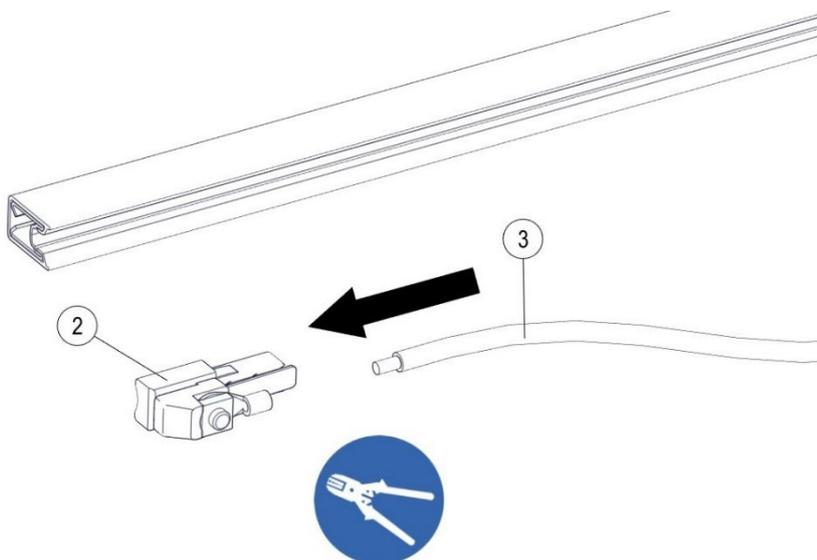

Abb. 96: Anschlussleitung (Pos. 3) mit Einspeiseklemme (Pos. 2) vercrimpen
- Die Anschlussleitung (Pos. 3) abisolieren und mit der Einspeiseklemme (Pos. 2) vercrimpen (siehe Abb. 96).